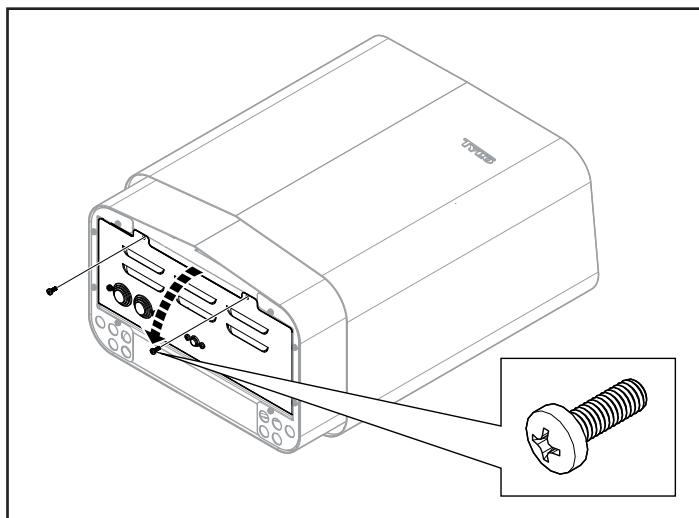

Fig 9: Öppna/stänga luckan
5. Stäng luckan och skruva i skruvarna (se Fig 9).